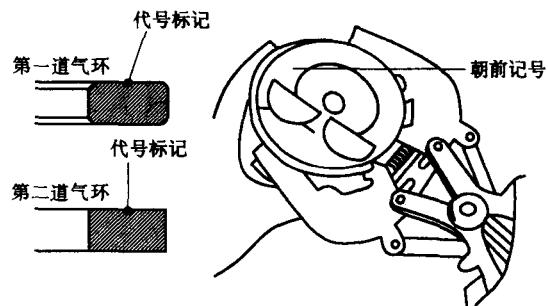

图 1-16 活塞环装配记号
4) 安装活塞环：要用活塞环装卸钳依次装好第一道气环、第二道气环。第三道是油环。注意装配记号（如图 1-16）。